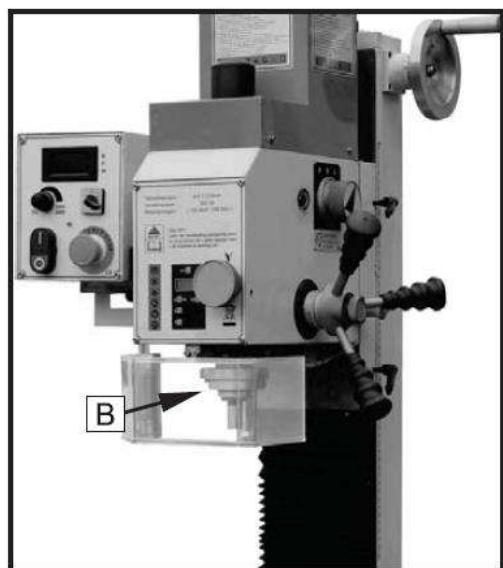
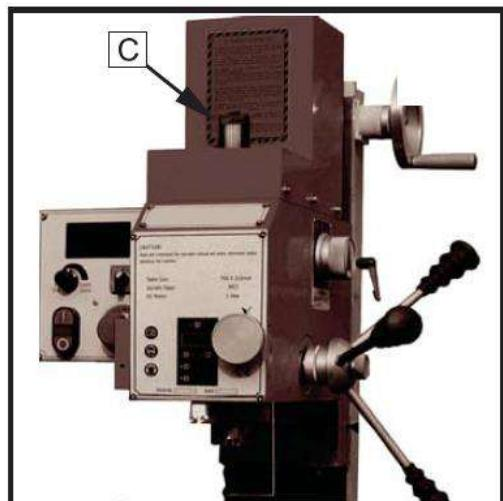

Рис. 15
Рис. 16
3. Отвинчивая стержень оправки (C, Рис. 16) гаечным ключом 22-25 из ящика инструментов, удерживайте шпиндель за плоскость (B, Рис. 15), чтобы не дать ему двигаться.